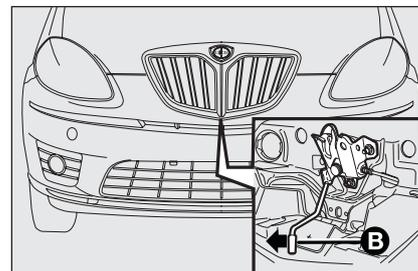

fig. 108
- déplacer le levier **B-fig. 108** vers la gauche, comme indiqué par la flèche ;